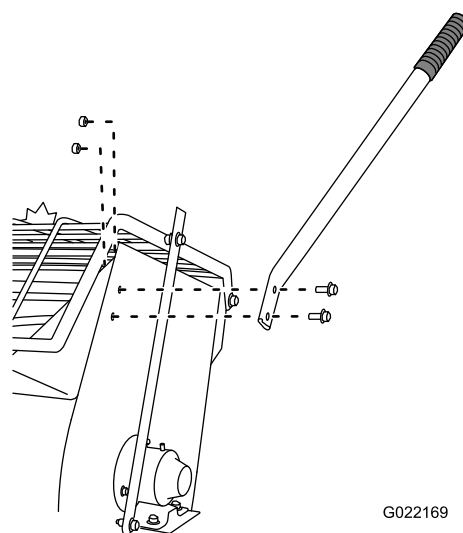
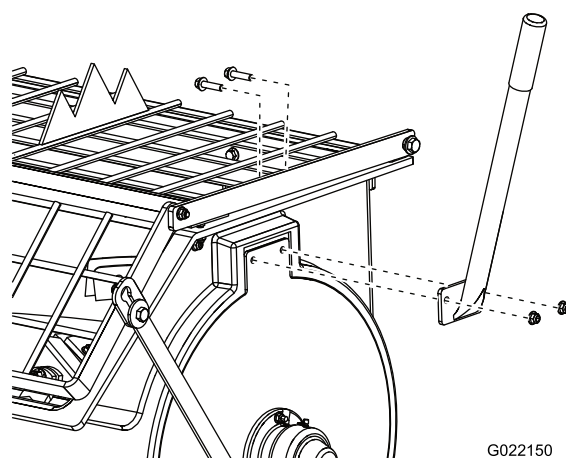
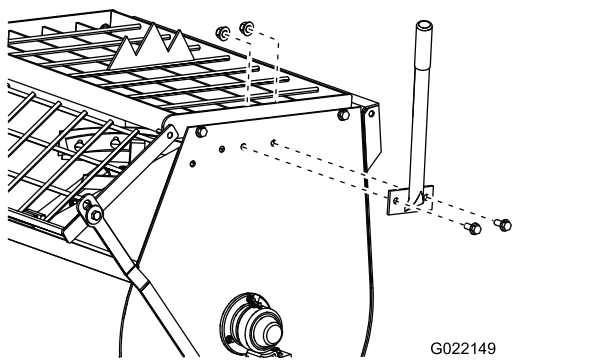

Figura 3
Figura 4
Figura 5
2. Posicione la palanca de volteo de modo que los taladros estén alineados con los taladros del tambor (Figura 3, Figura 4 o Figura 5).
3. Introduzca los 2 pernos a través de los taladros de la palanca de volteo y del tambor (Figura 3, Figura 4 o Figura 5).